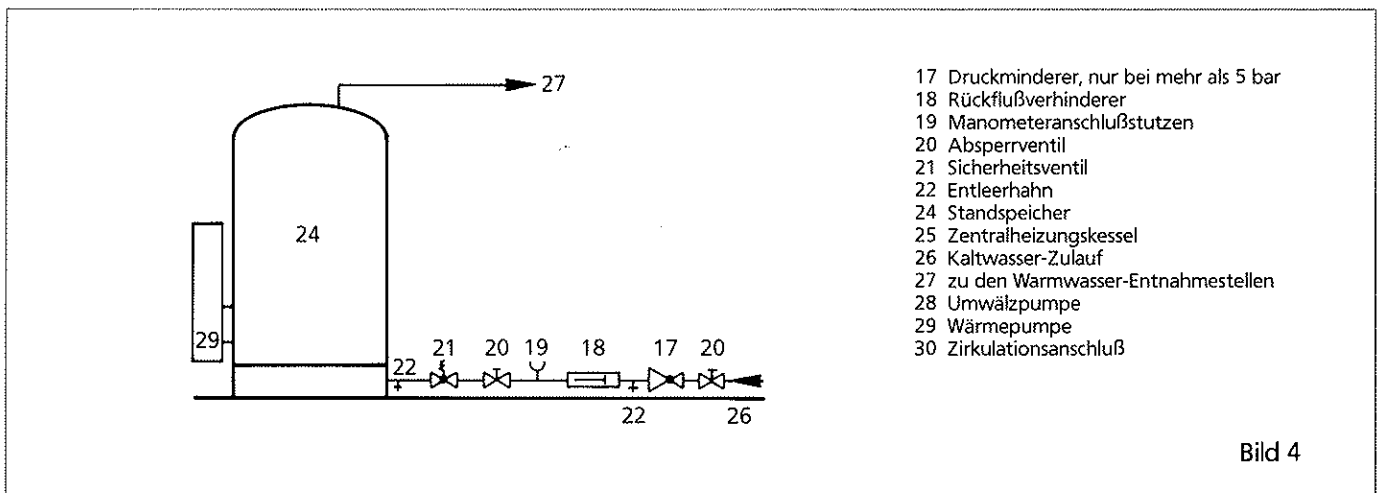

Bild 4
Folgende Einzelheiten sind außerdem zu beachten: (s. Bild 4 und 5)
- Der Rückflußverhinderer soll das Eindringen von Warmwasser in die Kaltwasserzuleitung verhindern. Mittels des in der Kaltwasserzuleitung vorhandenen Entleerhahns zwischen Rückflußverhinderer und evtl. vorhandenem Druckminderer kann bei Absperrung des Kaltwasserzuflusses dessen Dichtheit geprüft werden (s. Bild 4 und 5).